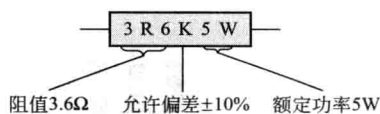

图 1.8 文字符号法
(2) 文字符号法。用数字与文字符号有规律的组合来表示阻值和允许偏差,并将这些信息直接标注在电阻体上。一般常用字母来表示偏差,不标记表示偏差未定。如图1.8所示,3R6表示标称值为 3.6Ω 、K表示允许偏差为 $\pm 10\%$ 、5W表示额定功率为 5W 。